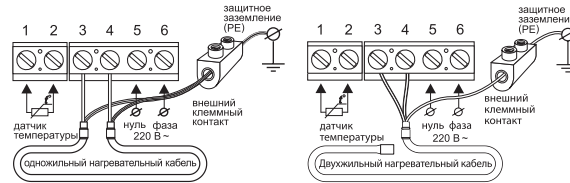

Рис. 3
Датчик температуры подключается к клеммам 1 и 2. (полярность при этом не имеет значения). Напряжение питания (переменное 220 В) подается на клеммы 5 и 6, причем фаза (определяемая индикатором) – на клемму 6, а ноль – на клемму 5. Выводы нагревательной секции или мата подключаются к терморегулятору следующим образом: белый (коричневый) провод подключается к клемме 3; голубой (светло-синий) провод подключается к клемме 4; вывод экранирующей оплетки (желто-зеленый провод) – к линии защитного заземления (PE), через внешний клеммный контакт (рис. 3).